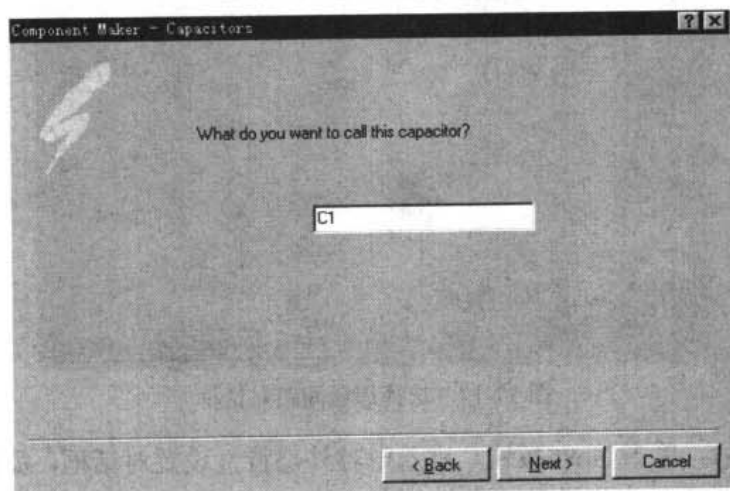

图 17-20 元件命名对话框
(9) 单击 Next 按钮, 出现元件命名对话框, 可将元件命名为 C1, 如图 17-20 所示。如果需要对前面设置的元件封装属性进行修改, 单击 Back 按钮, 进入需要修改的对话框进行相应的修改。